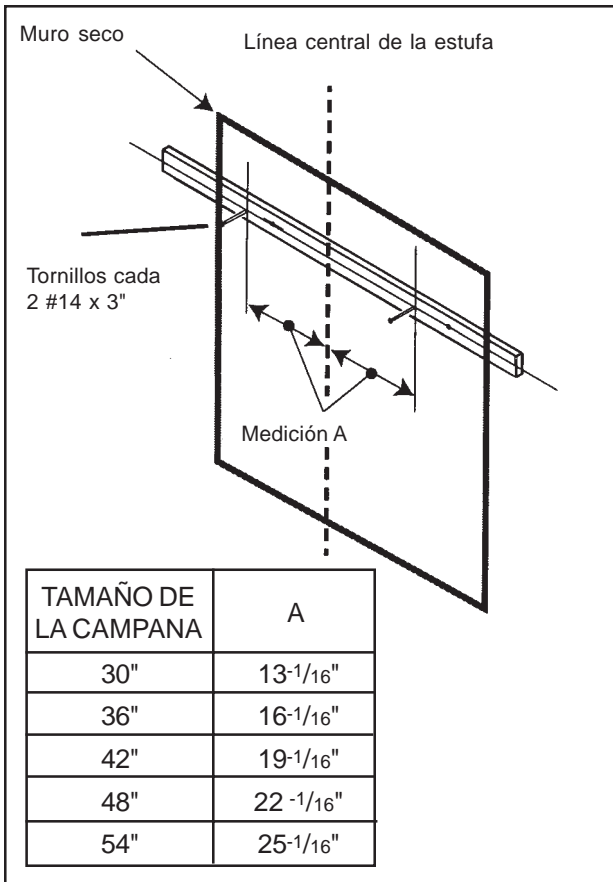

Figura 4
8. Marque los lugares en el soporte de madera que se usan para colgar la campana como se indica en la Figura 4 (página siguiente).